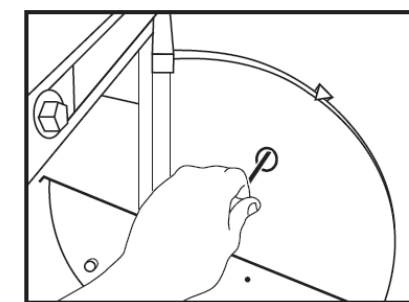

Fig. 2
4. Observe el puntero del transportador (3), si apunta a cero o al ajuste deseado, la calibración está terminada. Si no es así, continúe con el paso 5.
5. Ajuste el puntero del transportador (3) al aflojar el tornillo para llave Allen en la parte inferior del puntero del transportador (3) en la parte posterior de la zapata de plegado, utilizando una llave Allen de $\frac{3}{16}$ " (Fig. 2).